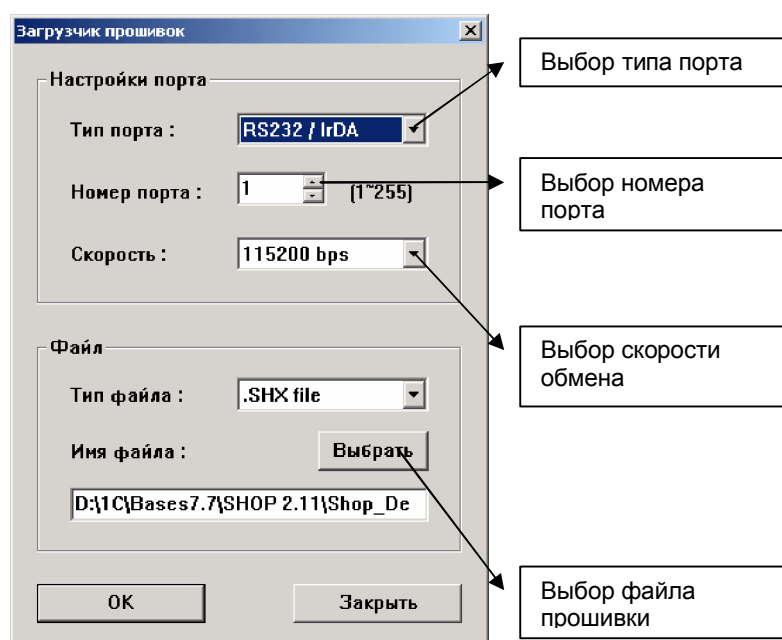

Рис. 1
- 5 Выберите из списка тип порта Serial IR (рис. 1).